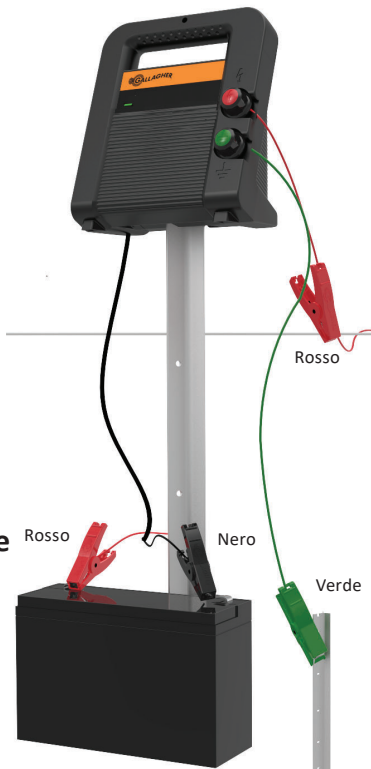

Figura 7
- Collegare il set di cavi della batteria alla presa di alimentazione dell'elettrificatore. (Figura 7)